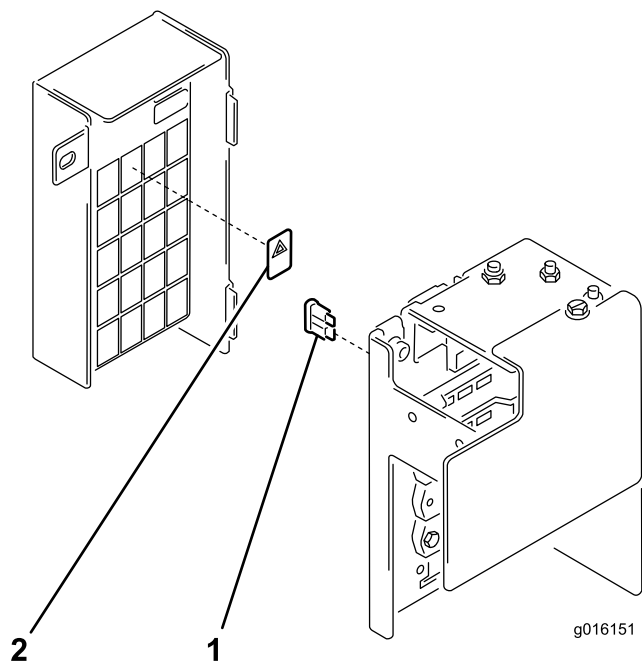

Figura 12
1. Inserite il fusibile da 10 A nello slot libero sul portafusibili (Figura 12)
2. Applicate l'adesivo del fusibile nel punto corrispondente sull'adesivo del portafusibili (Figura 12). Accertatevi che la superficie del portafusibili destinata a ospitare l'adesivo sia pulita e asciutta prima di applicare l'adesivo.